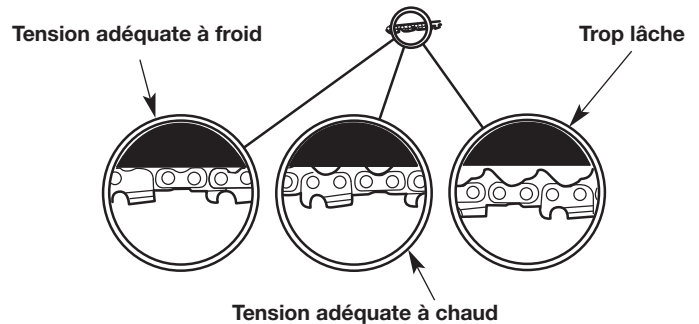

Fig. 27
La tension de chaîne souhaitée dépend de la température de la chaîne (Fig. 27).
- Réglage à froid de la tension de la chaîne - La chaîne de la tronçonneuse doit être bien ajustée contre le dessous du guide-chaîne. Il ne doit y avoir aucun fléchissement (Fig. 27).
- Réglage à chaud de la tension de la chaîne - La chaîne de scie s'allongera tandis qu'elle s'échauffe pendant le fonctionnement. Les maillons d'entraînement doivent pendre d'environ 1,3 mm (1/16 de po) de la rainure de guide-chaîne (Fig. 27).